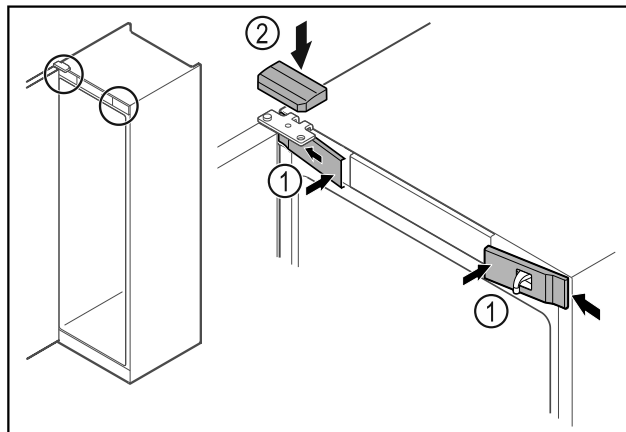

Fig. 47
- ▶ Acroșați apărătorile frontale Fig. 47 (1) lateral și fixați-le în poziție.
- ▶ Fixați în poziție apărătoarea superioară Fig. 47 (2) de sus.